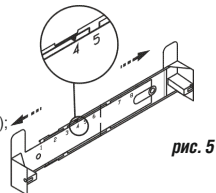

рис. 5
- прежде чем прикрепить кронштейн к стене, необходимо выставить его на нужный размер (равный ширине верхней фальштрубы) рис.5. Увеличьте размер кронштейна (если это необходимо), раздвинув его, и установите фиксатор напротив цифры 4.